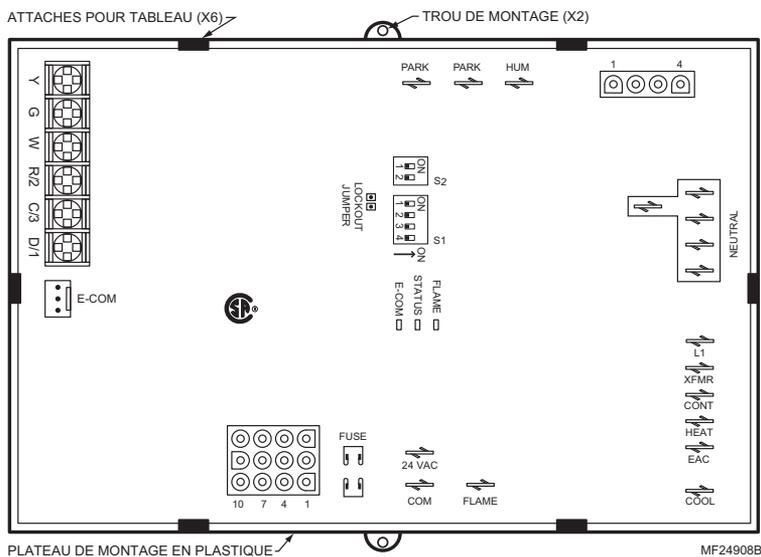

Fig. 4. Orientation d'un montage type illustrant les connexions de câblage et les composants du régulateur d'appareil de chauffage intégré S9200U1000 universel.
5. Le S9200U1000 peut être monté verticalement ou dans n'importe quelle orientation. Voir la fig. 4 à la page 9 pour connaître l'orientation d'un montage type.
Vérifiez le schéma de câblage (fig. 4 à la page 9) et le schéma fourni par le fabricant de l'appareil pour connaître toutes les désignations de bornes. Les tableaux 5 et 6 présentés à partir à la page 8 décrivent les connexions de câblage pour les installations de classes 2 et 1.
Les paramètres sur site et de sécurité peuvent être réglés en utilisant des commutateurs DIP S1 et S2. Reportez-vous à la fig. 4 à la page 9 pour connaître l'emplacement des deux blocs-commutateurs.
Cavalier (voir la fig. 4 à la page 9)	Retirez le cavalier pour activer
Le S9200U1000 comprend trois voyants DEL; voir la fig. 4 à la page 9 pour connaître leur emplacement sur le tableau :